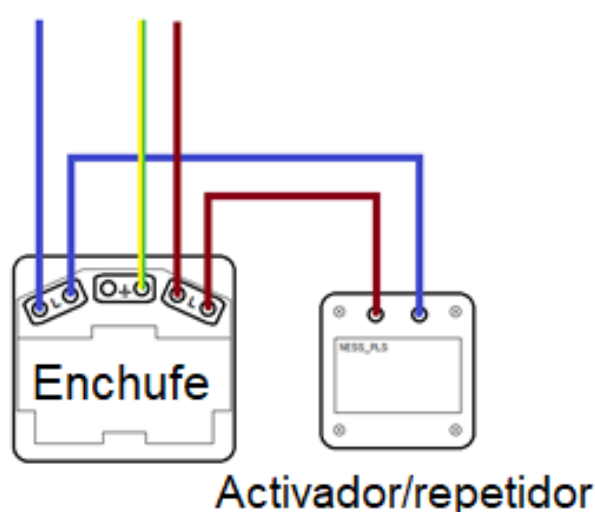

Figura 117. Detalle de conexión del módulo de activación (3) o repetición (5) a una base de enchufe.
- **Enchufe con o sin toma de tierra.** Este es el caso más favorable, puesto que se sabrá con seguridad que en ese punto habrá como mínimo una fase y un neutro en el que conectar el módulo de activación **(3)** o repetición **(5)**. La única acción que habrá que realizar a priori es comprobar con ayuda de un voltímetro que efectivamente hay 230V y que, por lo tanto, no está anulado. En la Figura 117 se muestra cómo se debe de realizar la conexión del módulo de activación **(3)** o repetición **(5)** en los terminales de la base de enchufe en la que se conectará el módulo.